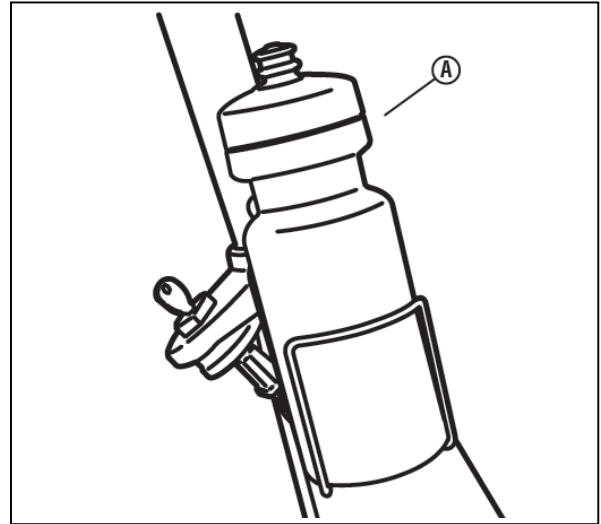

図 1-21
- B. 水ボトル(図 1-21 の A)をホルダに入れます。